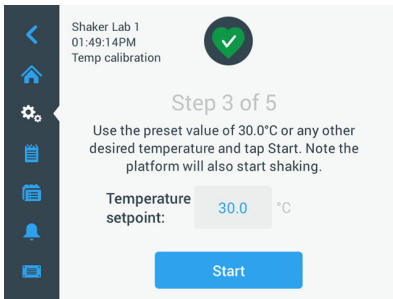

Abbildung 114: Kalibrierung: Aufforderung zum Starten der Kalibrierung
- » Sobald der in Abbildung 114 dargestellte Bildschirm erscheint, vergleichen Sie regelmäßig die Temperaturanzeige Ihres Thermoelements. Wenn Sie die Temperatur für stabil halten, können Sie entweder auf die Schaltfläche **Bearbeiten** tippen, um sie zu korrigieren, oder auf die Schaltfläche **Fertigstellen**, um den Kalibrierungsprozess abzuschließen.